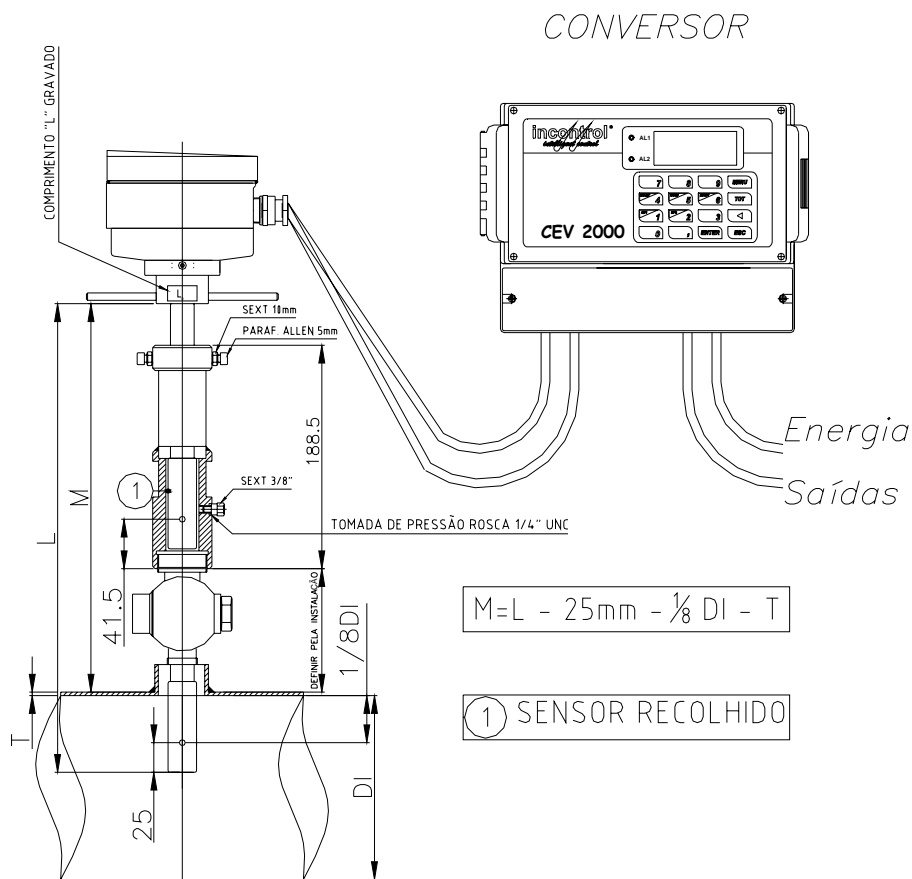

Figura 7
A **figura 7** ilustra a típica instalação para o medidor de vazão do tipo ajustável com válvula de bloqueio.
- Após abertura total da válvula, afrouxar novamente os parafusos Allen 5mm e as porcas sextavadas e ajustar, cuidadosamente, a haste do medidor para dentro da válvula até que a medida  $M$ , calculada na **figura 7**, seja alcançada.